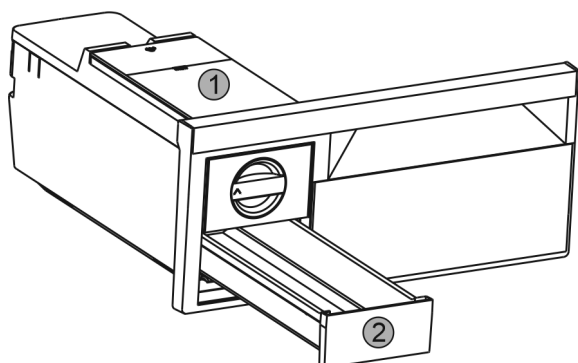

Fig. 58
- ▶ Retirar el depósito de agua Fig. 58 (1) y el cajón de cubitos de hielo Fig. 58 (2).